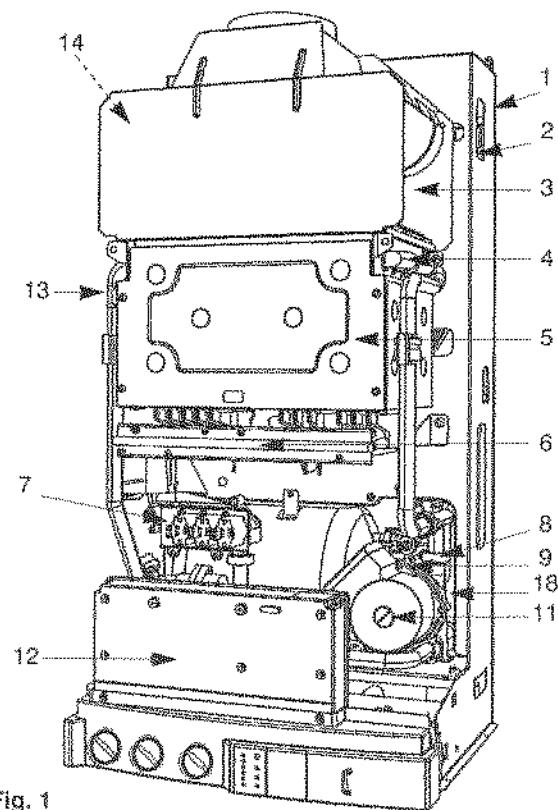

Fig. 1
1. - Châssis en tôle d'acier (fig. 1).
3. - Coupe-tirage antirefouleur (fig. 1).
4. - Echangeur principal en cuivre (fig. 1).
5. - Chambre de combustion (fig. 1).
6. - Brûleur multigaz en acier inoxydable (fig. 1) comportant :
7. - Partie gaz (fig. 1) comprenant :
8. - Purgeur automatique (fig. 1).
11. - Circulateur 2 vitesses (fig. 1).
12. - Boîtier électronique (fig. 1).
- 13. - Sécurité de surchauffe (fig. 1).
- 14. - Sécurité de débordement (fig. 1).